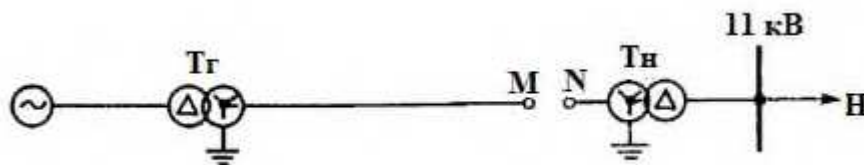

Рис. 1.3. Схема питания нагрузки от выделенного блока генератор – трансформатор
3. На рис. 1.3. приведена схема питания нагрузки (H) по линии 220 кВ от выделенного блока турбогенератор - трансформатор. Определите: